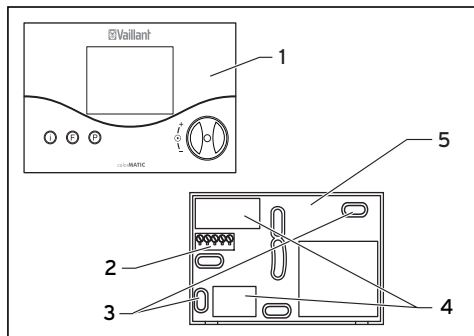
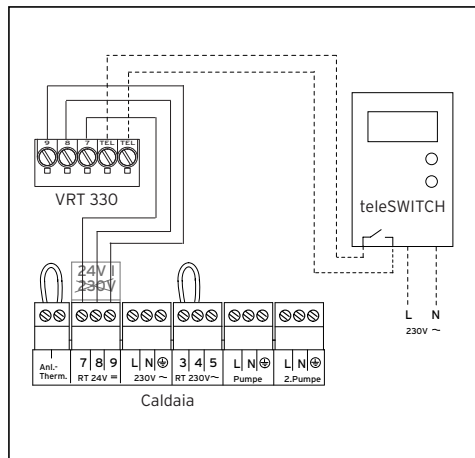

Fig. 9.1 Montaggio della centralina
Fig. 10.1 Allacciamento elettrico
- Staccare la centralina di termoregolazione (1) dal supporto murale (5).
- Praticare due fori di fissaggio (3) con diametro di 6 mm (come illustrato alla fig. 9.1) ed inserire i tasselli in dotazione.
- Fare passare il cavo di collegamento attraverso l'apposita fessura (4).
- Collegare il cavo di collegamento come illustrato nella fig. 10.1.
- Collegare il teleSWITCH come illustrato nella fig. 10.1. Osservare anche le istruzioni relative al teleSWITCH.